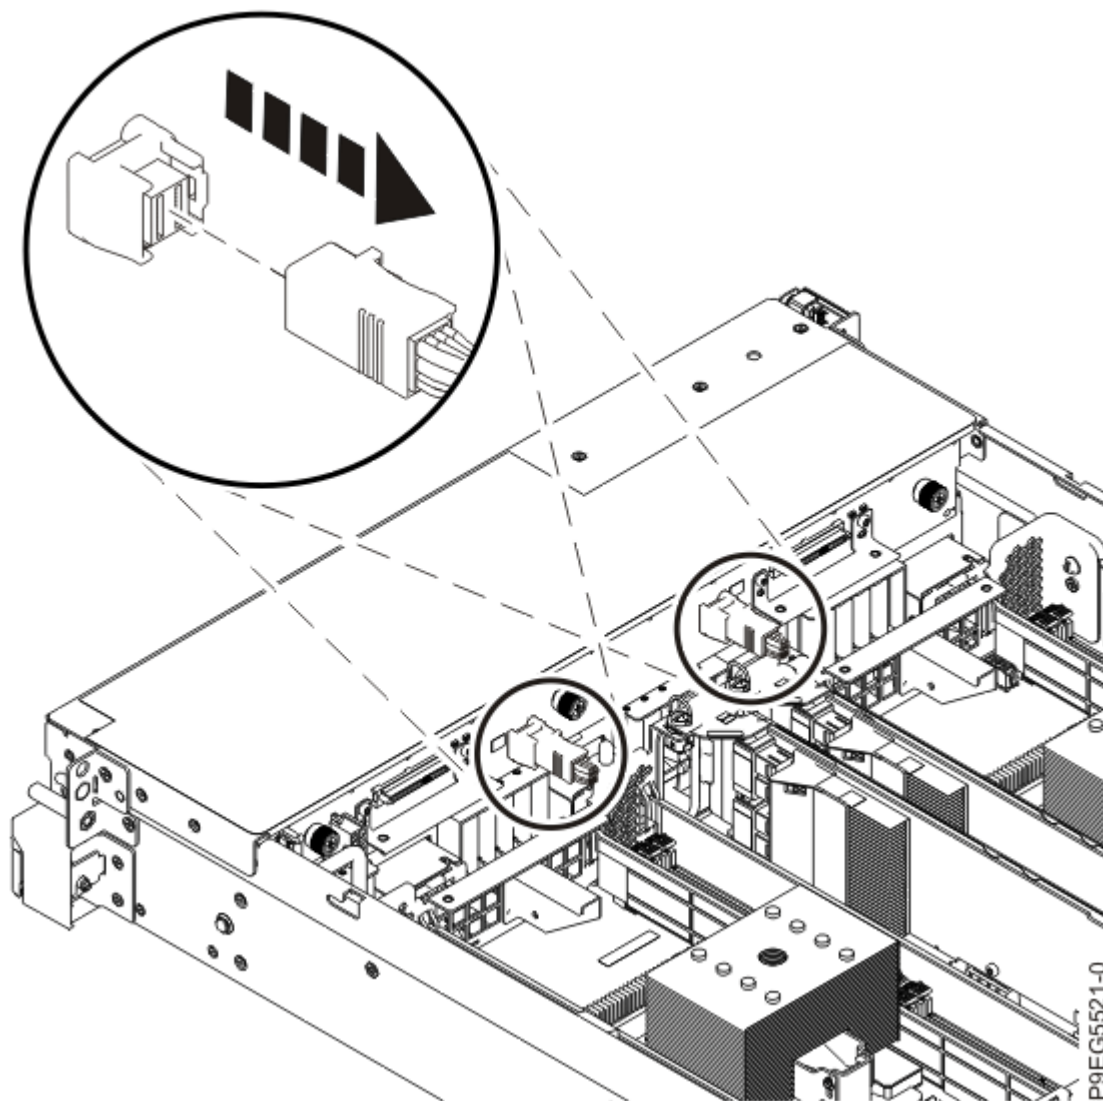

図 11. 前面 SAS ケーブルの切り離し
6. 前面 SAS ケーブルにラベルを付け、ディスク・ドライブ・バックプレーンと SAS RAID 内部アダプター間の接続方法を書き留めます。プラグとジャックの接続方法を記録します。ケーブル・ラッチを押し、ケーブルを抜いて、前面 SAS ケーブルをディスク・ドライブ・バックプレーンから切り離します (13 ページの図 11 を参照)。